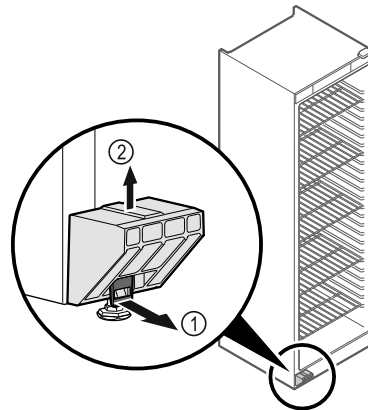

Fig. 4
▶ Tirare in avanti la linguetta Fig. 4 (1).
▶ Tirare verso l'alto la protezione per il trasporto Fig. 4 (2).